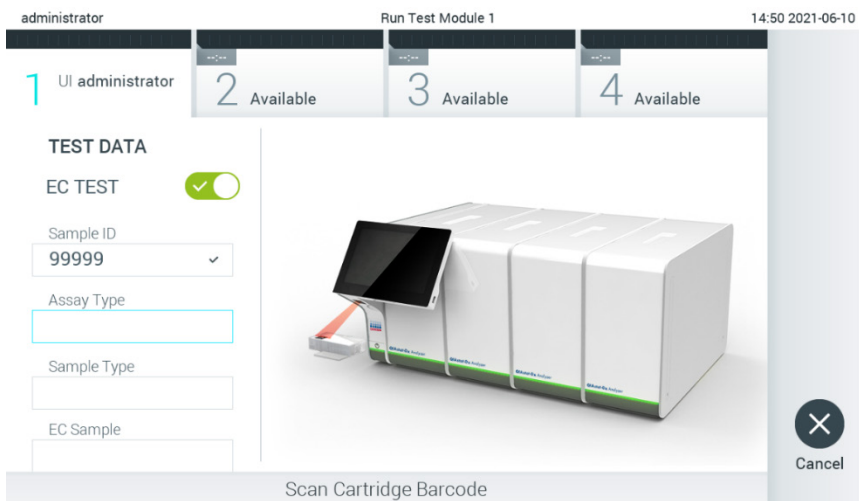

Figure 90. Lecture du code-barres de la cartouche de dosage QIAstat-Dx.
4. Lorsque vous y êtes invité, scannez le code-barres de la cartouche de dosage QIAstat-Dx à utiliser. Le QIAstat-Dx Analyzer 1.0 reconnaît automatiquement le dosage à effectuer, en fonction du code-barres de la cartouche de dosage QIAstat-Dx (figure 90)